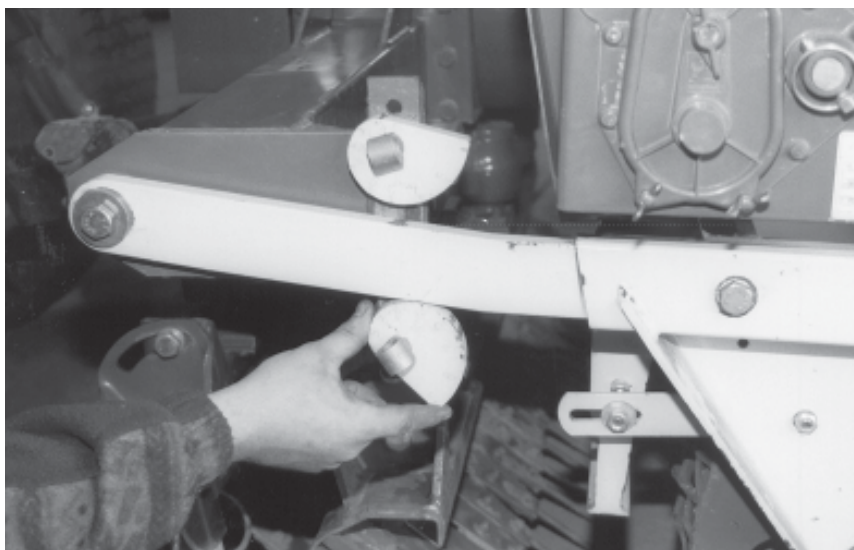

fig. 22
- tourner les excentriques inférieurs jusqu'à ce que les bras supports soient bloqués (fig. 22/1),